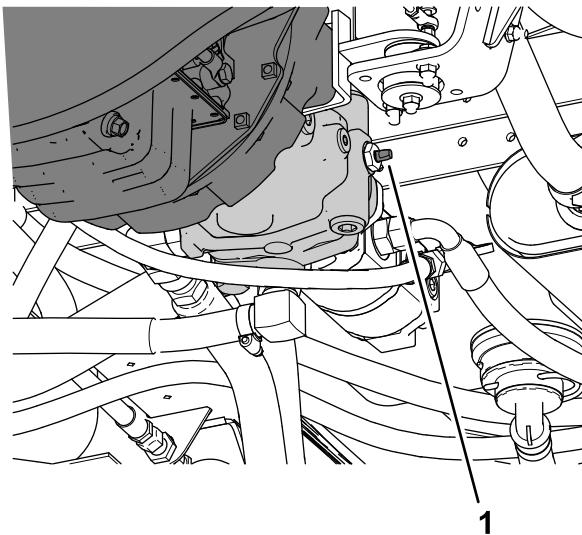

図 48
- 牽引用バイパスバルブ図 48を左右どちらかに90°回転させるとバルブが開く。